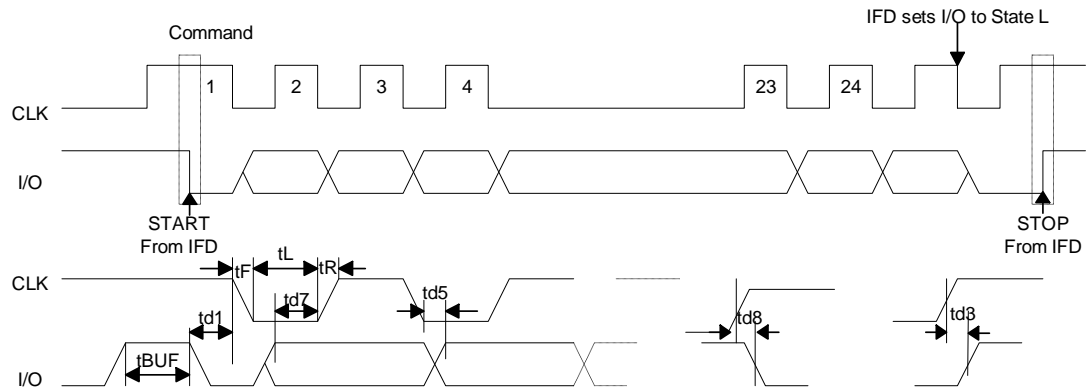

图 4 命令输入时序
响应复位后，IC 等待命令的输入。每条命令从一启动条件开始，包括 3 个字节长的命令体及其后的一个附加时钟脉冲，最后由停止条件结束(参见图 4)。
- 命令输入时序如图 4 所示。